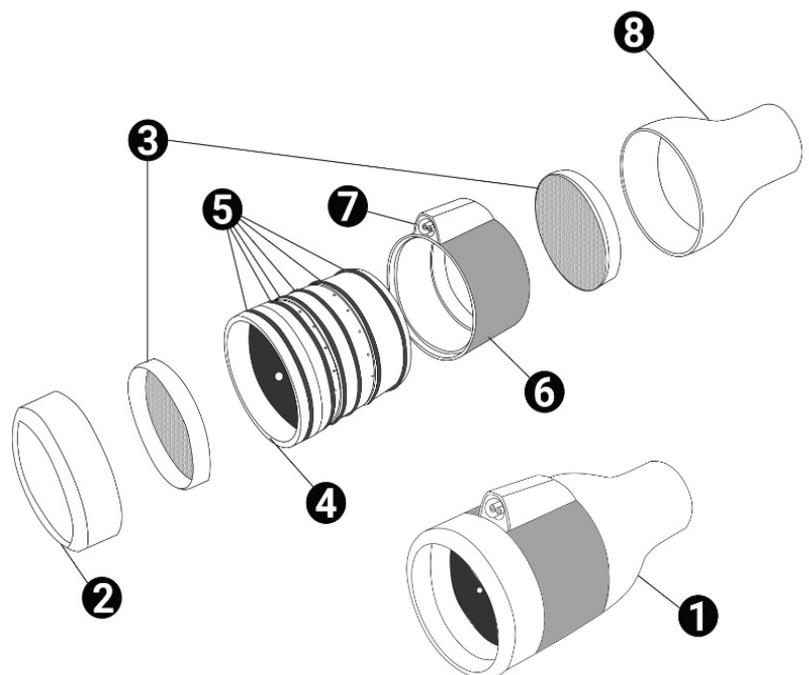

Abbildung 2: Messkopfmontage
4. Siehe Abbildung 2: Messkopfmontage für die Positionierung der Teile zum Wiederzusammenbau.
2. Setzen Sie die Filtersiebe am Messkopfkonus und an der Messkopfkopfkappe ein, wie in Abbildung 2 dargestellt.